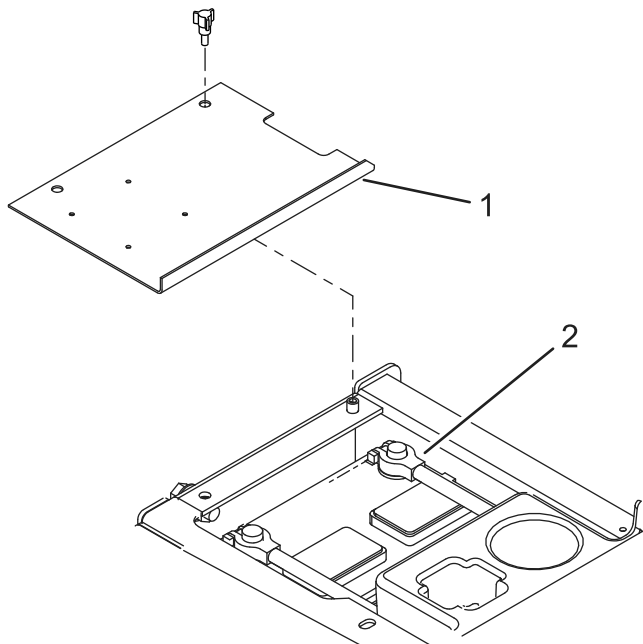

Figura 1
1. Togliete il coperchio dalla scatola della batteria (Figura 1).
2. Scollegate il cavo negativo (-) della batteria dalla batteria (Figura 1).